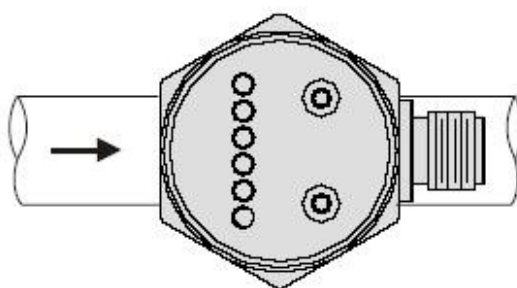

Figura 3:
- 4) A chave de fluxo SP-150 deve ser montada firmemente. Pode ser instalada em qualquer orientação, sendo que a melhor sensibilidade e tempo de resposta ocorrerão na orientação mostrada na Figura 3.